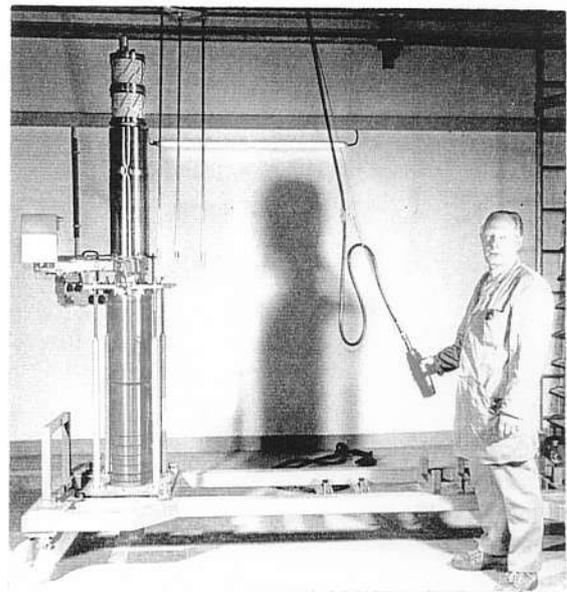

Abb. 17. Klystron und dreiarmliges Hebegeschirr.
- f) Montieren Sie das dreiarmlige Hebegeschirr TE 1213 an drei Gewindestangenenden oberhalb der Hohlleiters. Dazu ist es notwendig, dort jeweils eine Mutter zu entfernen (Abb. 17. und 18.).